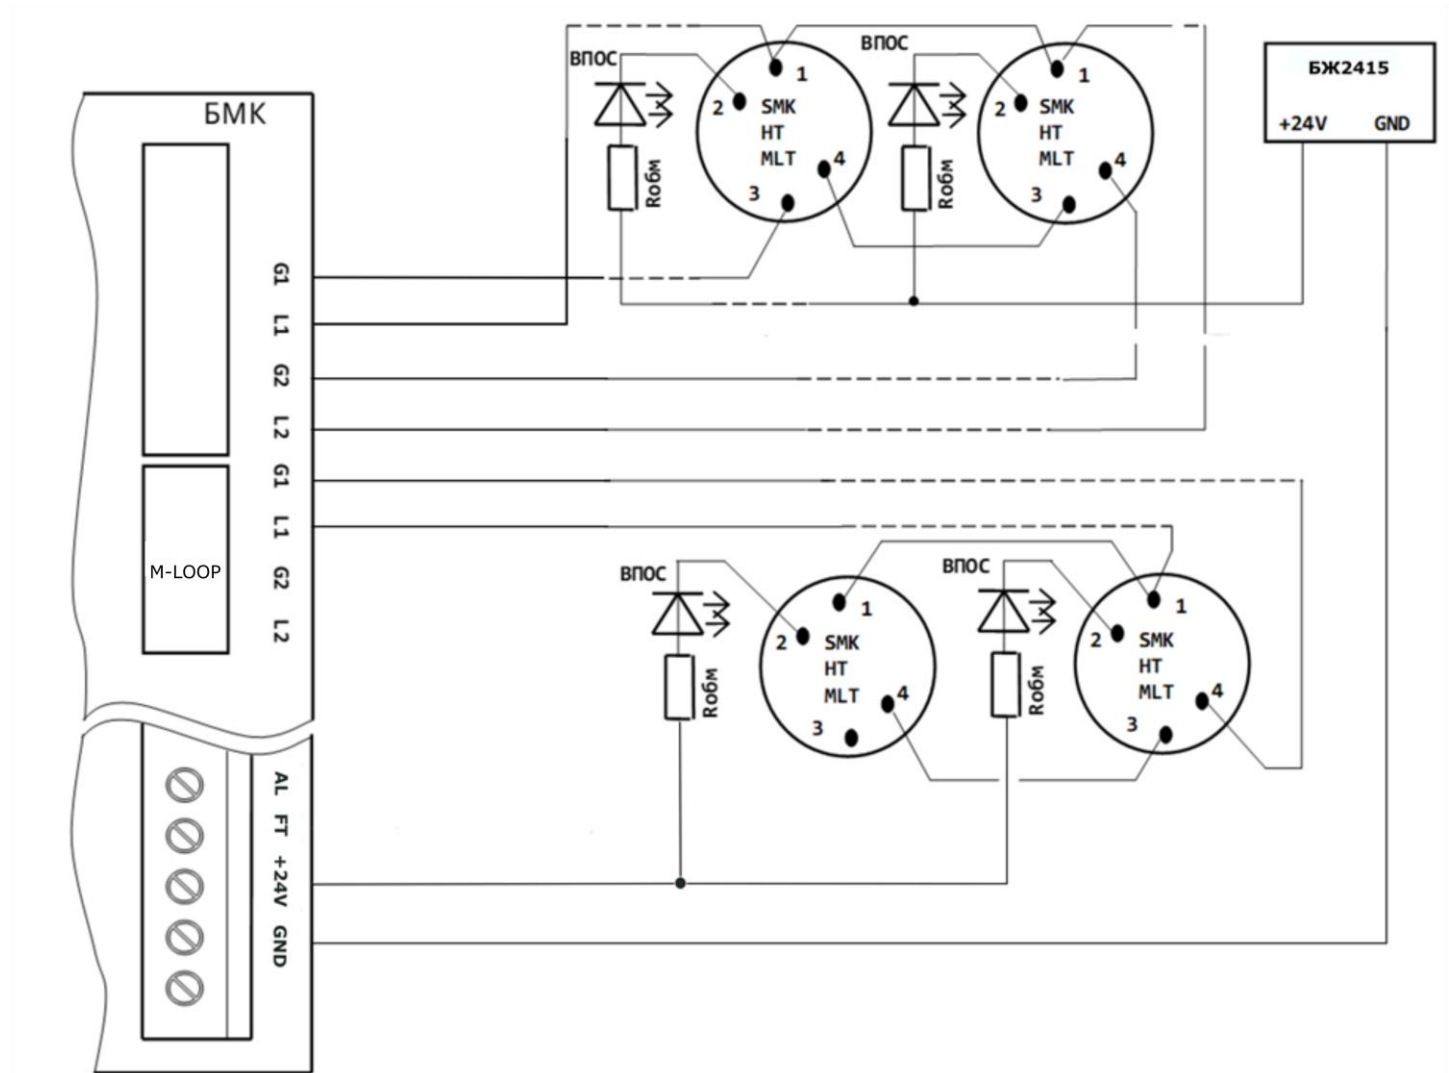

Рисунок 4.2.2 – Приклади підключення ВПОС
4.2.10 За необхідності до сповіщувачів приєднують ВПОС. Приклади схем приєднання (кільцевого або радіального до ППКП або модуля розширення M-LOOP) показані на Рис. 4.2.2.
3) струм живлення ВПОС повинен бути вибраний відповідно до їх ЕД і повинен забезпечувати чітку візуалізацію пожежної тривоги. Цей струм забезпечують за рахунок застосування R_{обм} (Рис. 4.2.2): $R_{\text{обм}} = (U_{\text{живл}} - 2 \text{ В}) / I_{\text{ВПОС}}$;